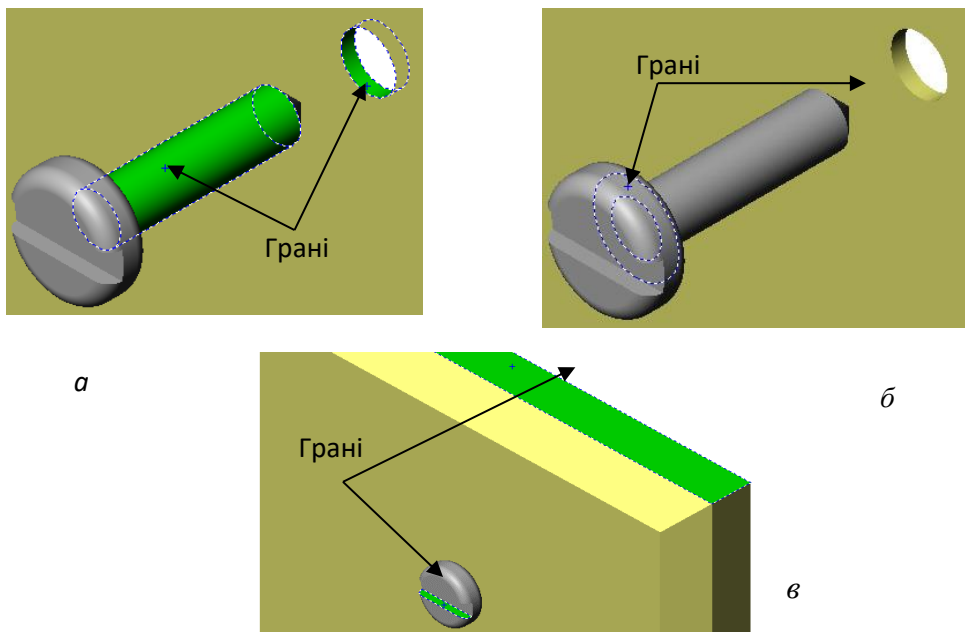

Рис. 37
- 1) спряження **Concentric** (Концентричність) між циліндричною граню кріпильної деталі і отвором деталі, що кріпиться (рис. 37, а);
- 2) створіть пряження **Coincident** (Співпадання) між задньою площиною грані кріплення і передньою площиною деталі (рис. 37, б);
- 3) спряження **Parallel** (Паралельність) між однією з граней у голівці (або шліці) кріплення і площиною верхньої грані деталі (рис. 37, в).